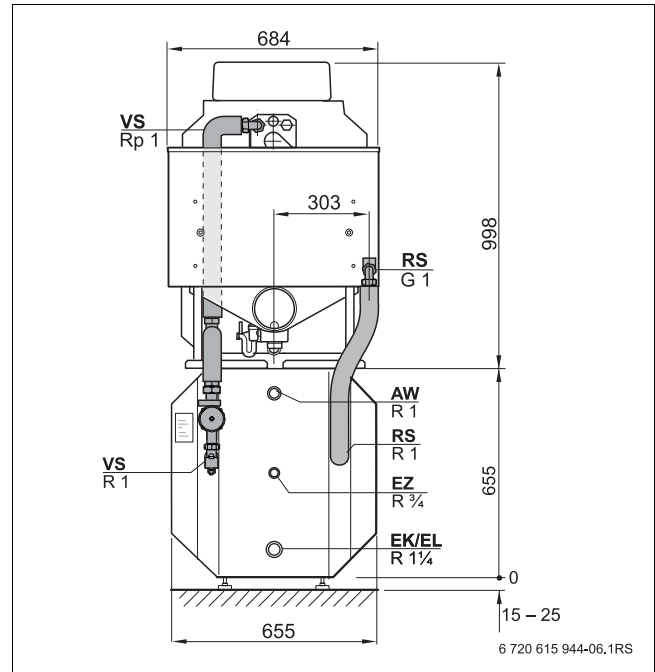

fig. 1 Ligações na caldeira de aquecimento e no acumulador de água quente
- Instalar as ligações apenas como é indicado na fig. 1.